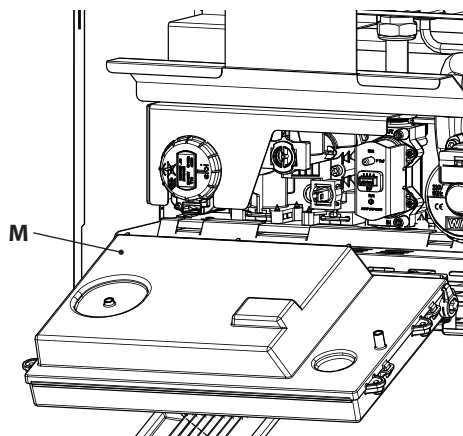

Figura 5.6
- Individuare il coperchio copri morsetteria M (Figura 5.6) rimuovere le viti di tenuta ed aprirlo.